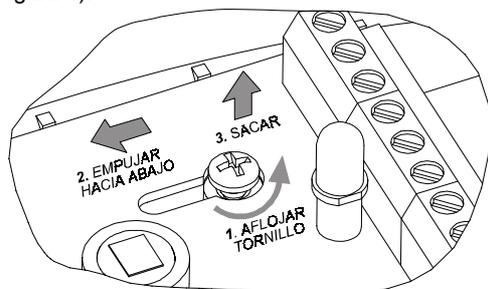

Figura 4. Extracción Circuito
B. Afloje el tornillo de ajuste vertical, mueva la placa PCB hacia abajo y alinee el agujero de la placa con la cabeza del tornillo (ver figura 4).
B. Quite el circuito impreso (ver figura 4) y guárdelo para luego.